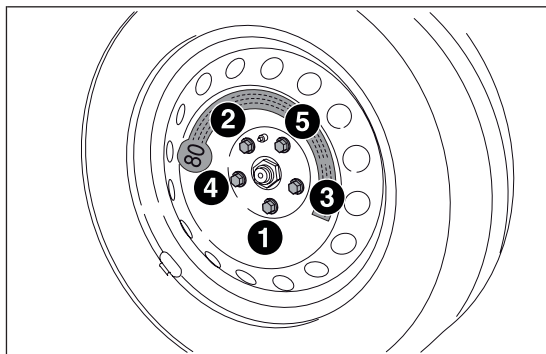

fig. I 48
- en utilisant la clé A, visser à fond les vis, en passant alternativement d'une vis à celle diamétralement opposée, en suivant l'ordre numérique illustré en fig. I 48 ;